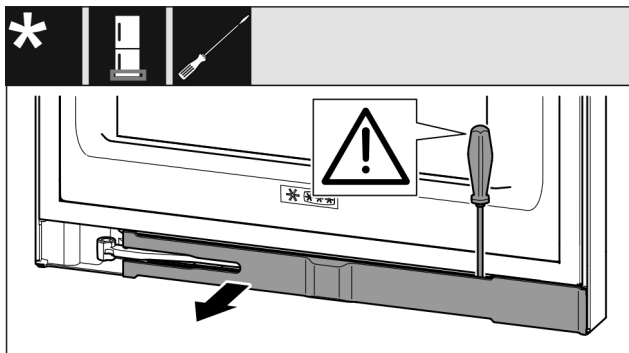

Fig. 13
- ▶ Atfiksukite skydelį kryžiniu atsuktuvu ir pasukite į šoną Fig. 13 ().